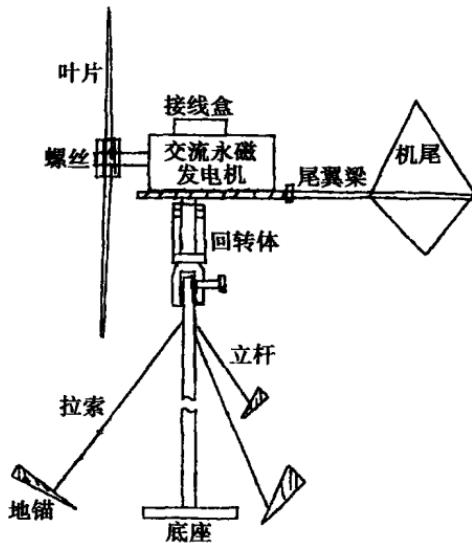

图1-3 风力发电机装配
(4)支架：支架包括永磁发电机固定架和回转体，两者组合成一个整体，使发电机在机尾的作用下，可以360°转动。回转体可用自行车轮毂和轴组成。风力发电机整体装配见图1-3：